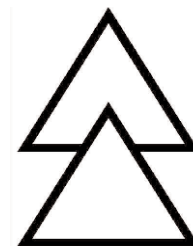

Figura 2. Pictograma
- Símbolo IEC-60417-5216 - adecuado para los trabajos en tensión: doble triángulo (ver figura 2) cosido, pegado o fijado de forma permanente por otro medio apropiado.